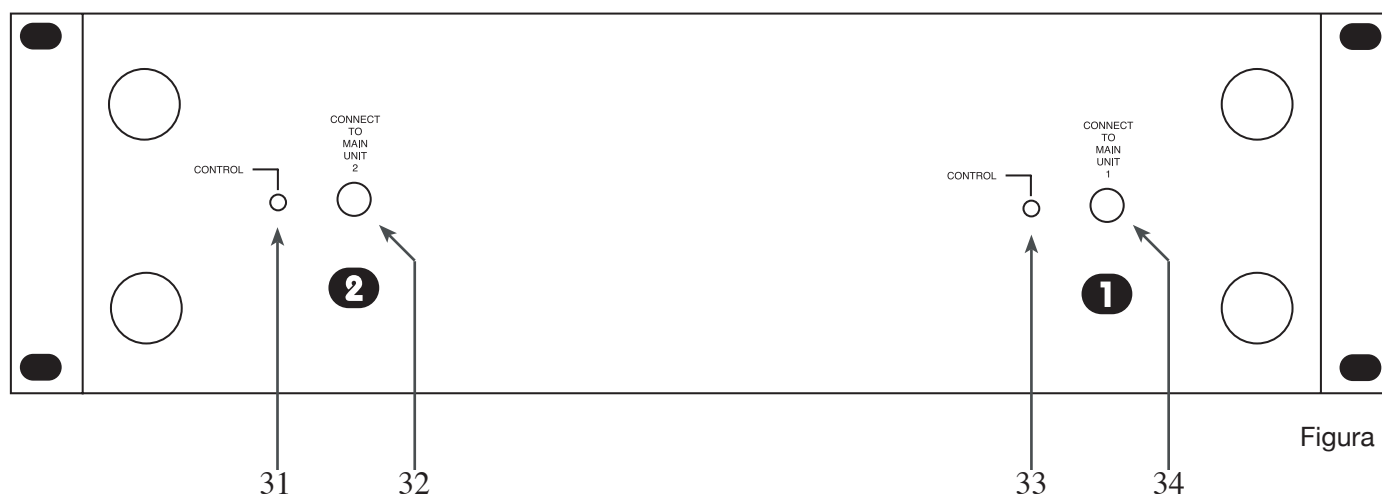

Figura 4
24. BOTÓN BPM – Este botón permite alternar entre los indicadores de la función TONO y la función BPM en el visor LCD. Cuando se ejecuta la función BPM, el CONTADOR (COUNTER) (25) puede ser utilizado para desplegar los BPM de las pistas de manera manual en el visor LCD (14). Cuando se deja de ejecutar la función BPM, se desplegará el valor de tono de la pista en el visor LCD (14).
A. RELOOP (VOLVER A EJECUTAR UN RULO); si ya se ha hecho un rulo (ver configuración de Rulo Discontinuo, página 21), pero la unidad no se encuentra activa en modo Rulo (Loop) (no se está ejecutando un rulo). Al presionar el botón RELOOP/BOP el modo rulo se reactivará instantáneamente. Para abandonar este modo, presione el botón OUT/EXIT (28). Las funciones LOOP (65) y RELOOP (64) se desplegarán en el visor LCD (14) cuando la función Reloop esté disponible.
B. CONTROL REMOTO - POSTERIOR (FIGURA 4)